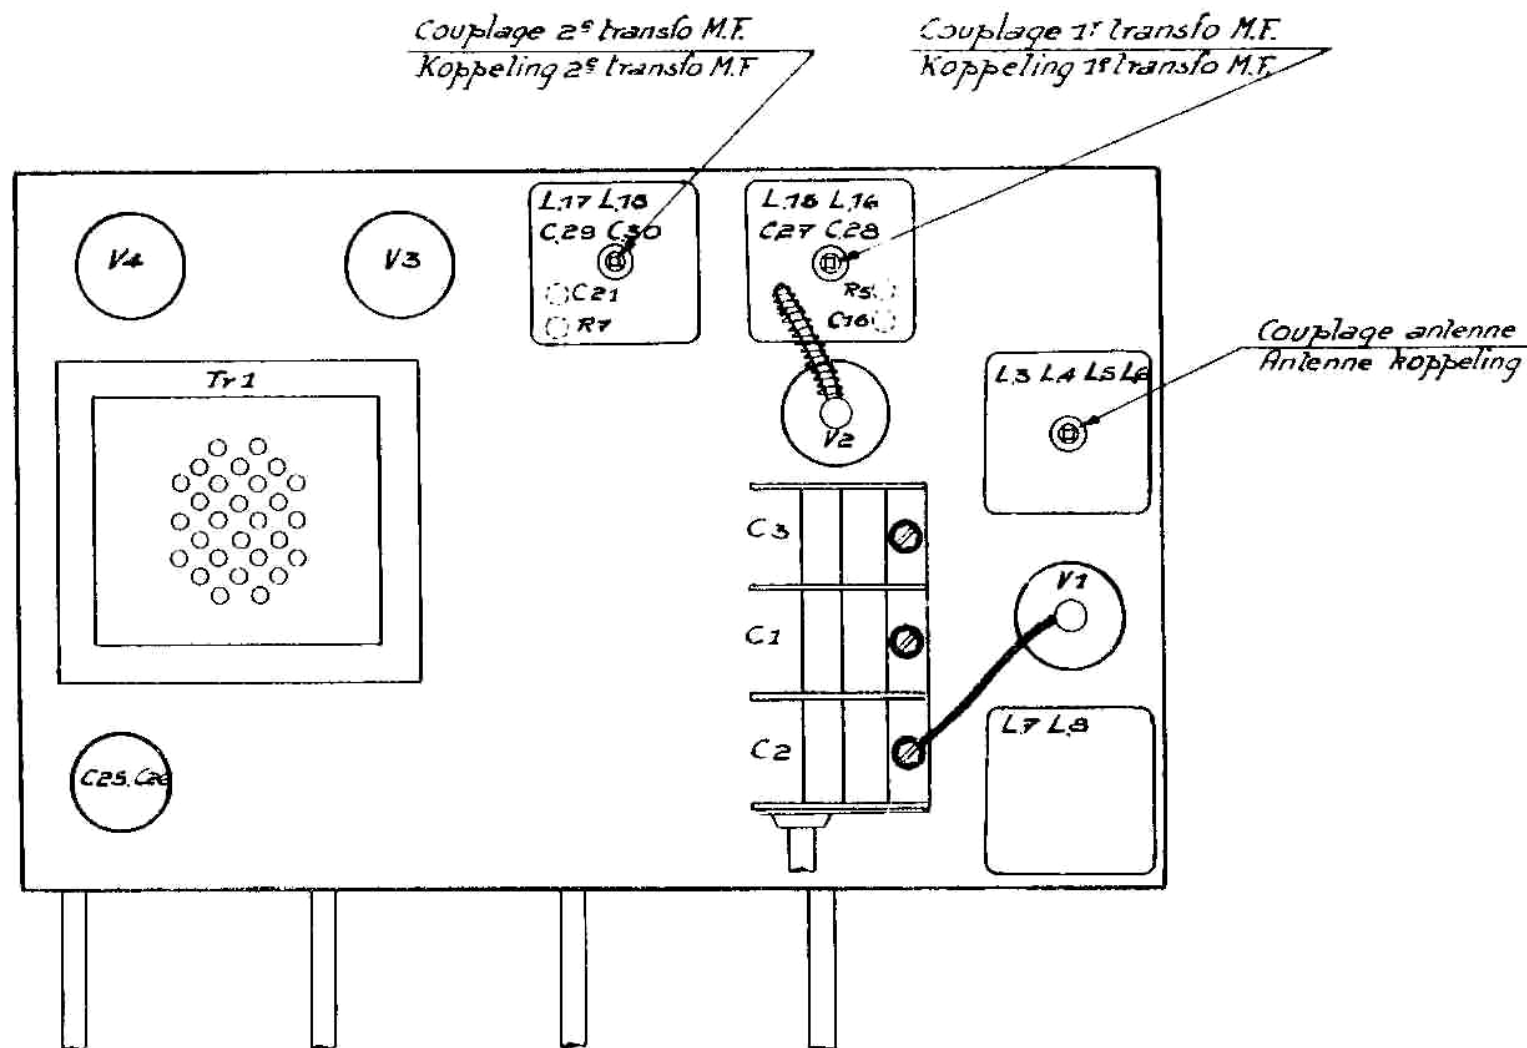

FIG.1
2. Bas des petites ondes (200 mètres) : agir sur le condensateur ajustable qui surmonte le condensateur variable C. 3 (fig. 1) ;
2° Réglage des circuits haute fréquence (voir fig. 1 et 2).
Rechercher une station suffisamment puissante vers 200, 225 mètres. Faire coïncider la position de l'index avec le repère de la station en agissant sur le condensateur ajustable qui surmonte le condensateur variable C. 3 (fig. 1) et en l'ajustant de manière à avoir l'accord exact.
Prendre une station puissante vers 500 mètres. Faire coïncider la position de l'index avec le repère en agissant sur le rattrapage « haut P.O. » C. 14 et en l'ajustant de manière à avoir l'accord exact. Ajuster ensuite le couplage antenne en manœuvrant la tige mobile (fig. 1) de façon à obtenir le maximum de puissance.